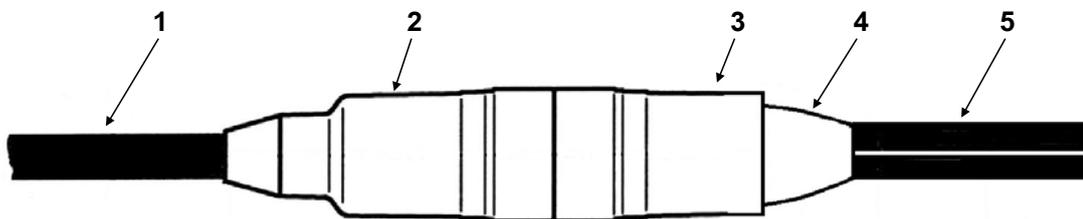
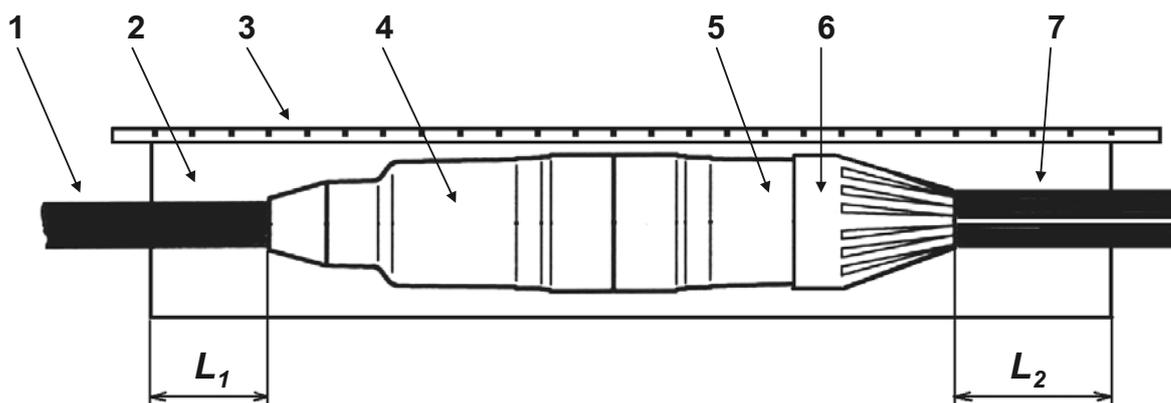

Рис. 2. Корпус муфты, обрезанный с одной стороны, установлен над сростком:
Рис. 3. Установка картонного оголовника и примерка манжеты:
5.3. Собирают муфту МПП над упакованным сростком так, как показано на рис. 2. И чтобы её середина примерно совпадала с серединой сростка. По длине полотна манжеты отмечают на кабелях участки, подлежащие зачистке перед усадкой манжеты (рис. 3).
Длины участков L_1 и L_2 , показанные на рис. 3 в муфтах с разными типоразмерами манжет должны составлять:
5.8. Полотно манжеты прикладывают к муфте и соединяют его края гибкой застёжкой из нержавеющей стали. Скрепляя застёжкой края манжеты, оставляют за пределами каждого торца по одному звену застёжки (рис. 2).